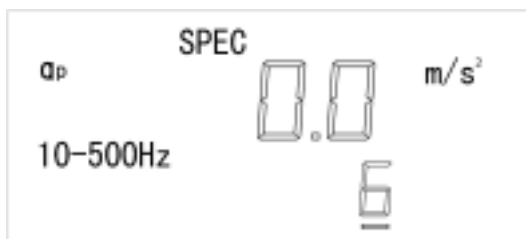

图 2-14
②按 **POINT** 键进入点号调整状态，按 **↓** 键将点号设为 6（见图 2-14）；